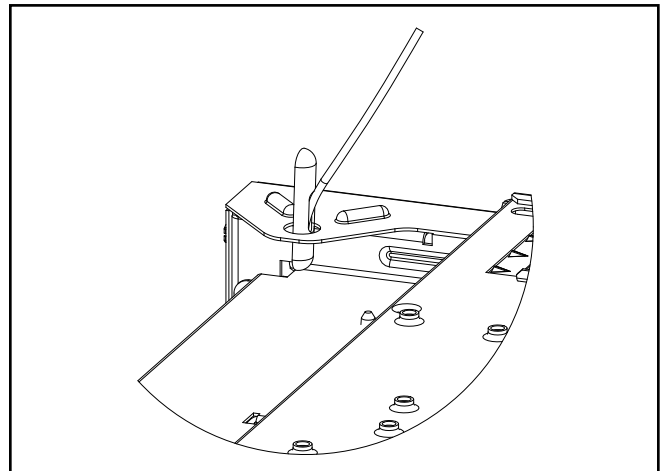

Figura 1. Instalación con cable/anclaje en Y
2. Deslice los extremos del anclaje por los orificios en las bridas superiores de la placa trasera. (Figura 1.)